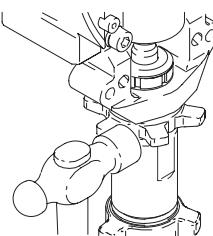

Рис. 11
6. Рис. 11. Заверните контргайку (56) на насос до упора. Затяните ее рукой, затем при помощи молотка весом 20 унций (максимум), поверните ее на 1/8 – 1/4 обороты с усилием около 75 ± 5 футов-фунт (102 Н·м).